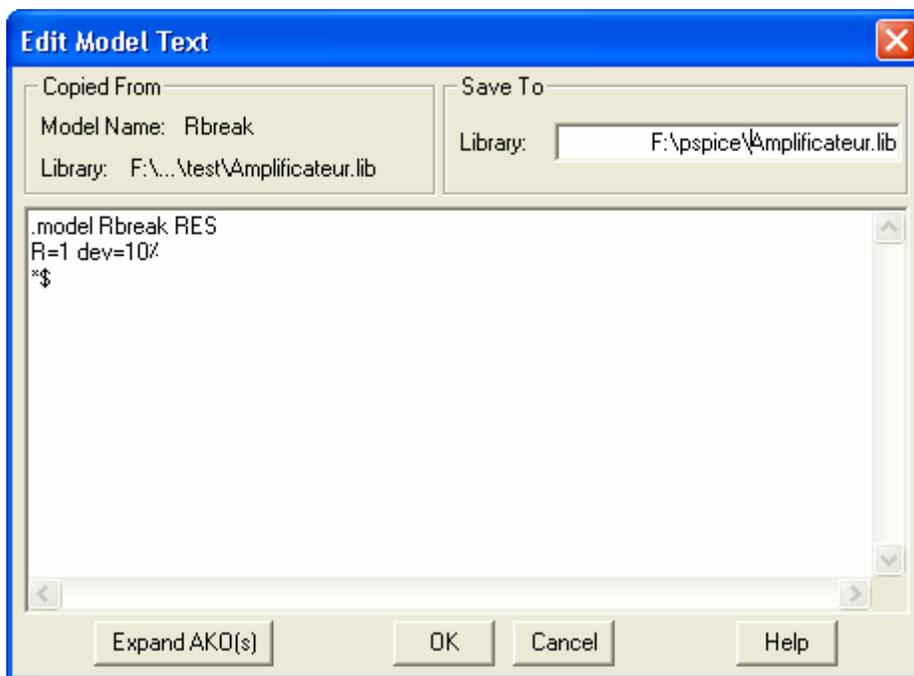

Figure 1.17 : Boîte de dialogue *Edit Model Text* pour la spécification de la nouvelle définition du modèle *RBREAK*.
- Modifier la boîte de dialogue *Edit Model Text* afin d'ajouter la tolérance désirée comme montré à la figure 1.17: